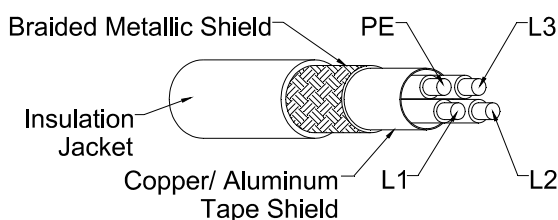

图 2b
2. 内层有铝箔/铜箔 100% 包覆且外层有编织网密度 80% 以上的线材 (如图 2b)